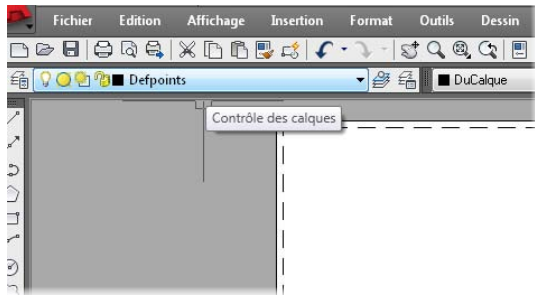

Figure 6.12
12. Rendez le calque Defpoints actif (voir Figure 6.12). Comme nous l'avons remarqué à la section « Utiliser les calques » du Chapitre 4, ce calque n'apparaît pas à l'impression.